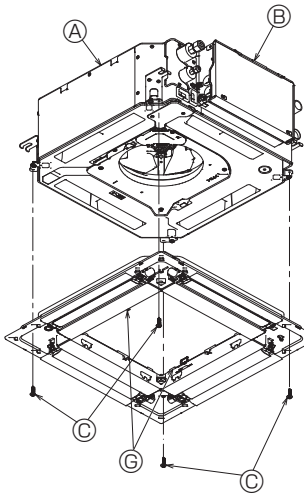

Fig. 5-7
- Dört vidayı sıkmak suretiyle ızgarayı sabitleyin. (Fig. 5-7)